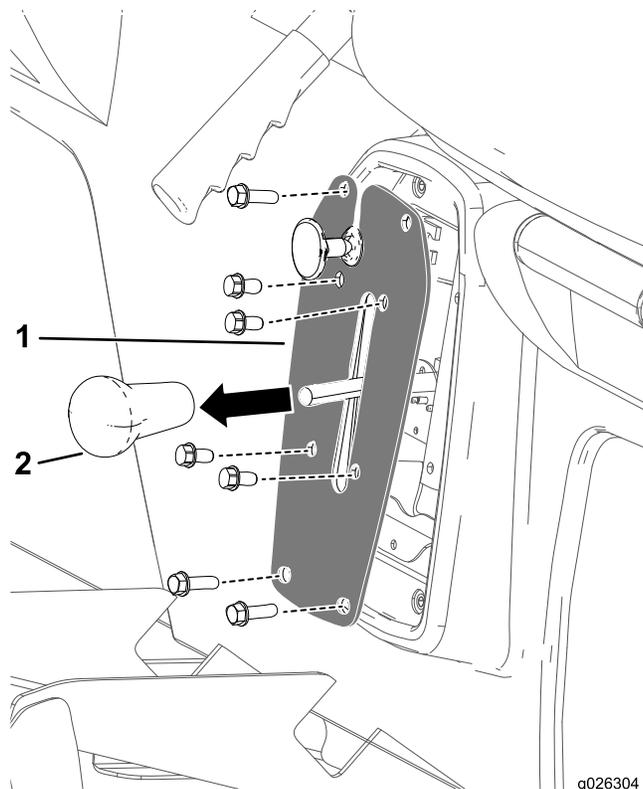

Figura 41
1. Rimuovete la manopola dalla leva del cambio (Figura 41).
2. Rimuovete i 4 bulloni che fissano la piastra del cambio alla staffa del cambio (Figura 41).
3. Rimuovete i 4 bulloni che fissano la piastra del cambio alla base del sedile e rimuovete la piastra del cambio (Figura 41).
- Avvitare la manopola della leva del cambio e serratela manualmente (Figura 41).